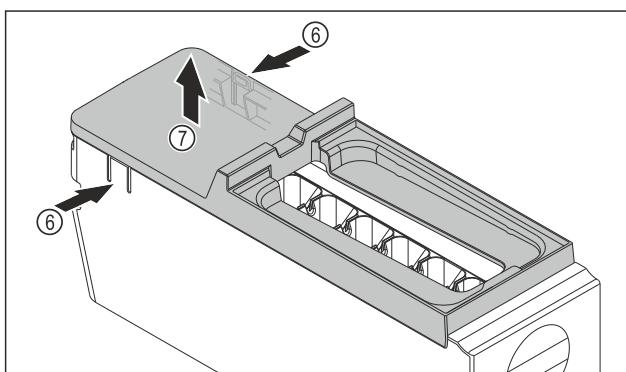

Fig. 144
- ▶ Snemite pokrov glavnega dela EasyTwist-Ice: Spone Fig. 144 (6) na obih straneh glavnega dela EasyTwist-Ice pritisnite z eno roko.
- ▶ Pokrov Fig. 144 (7) z drugo roko dvignite in odstranite.